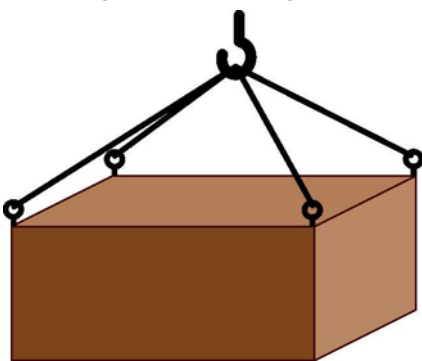

Abb. 15: Transport mittels Hebezeug
1. Seile, Gurte oder Mehrpunktgehänge gemäß Abb. 15 anschlagen.